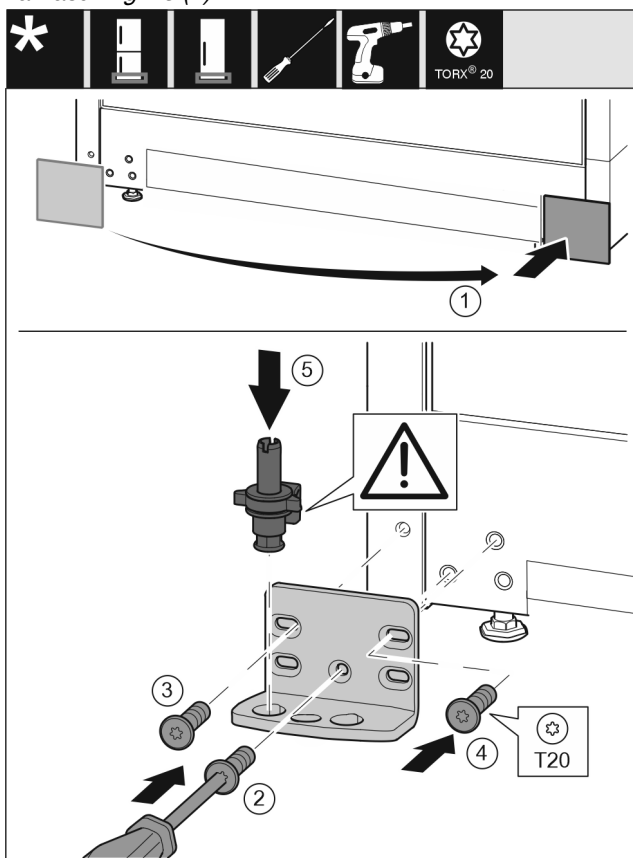

Fig. 16
- ▶ Zdjąć osłonę i założyć z drugiej strony. Fig. 16 (1)
- ▶ Płytkę zawiasu założyć z drugiej strony i przykręcić przy pomocy śrubokręta T20. Rozpocząć od śruby 2 dolnej umieszczonej na środku. Fig. 16 (2)
- ▶ Dokręcić śrubę 3 i 4. Fig. 16 (3,4)
- ▶ Założyć cały sworzeń płytki zawiasu. Przy tym zwrócić uwagę, by krzywka zatrząskowa wskazywała do tyłu. Fig. 16 (5)